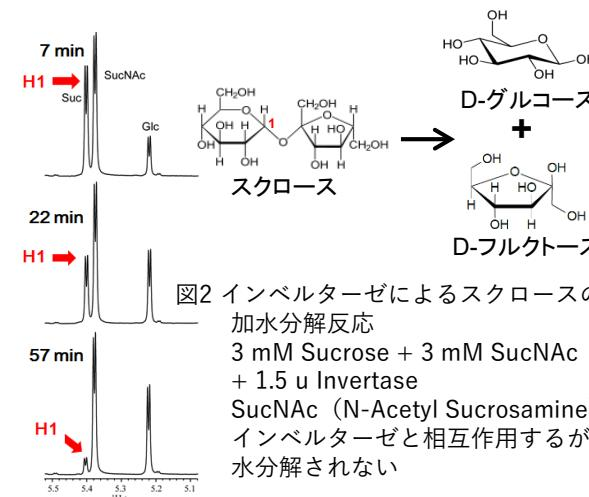

図2 インベルターゼによるスクロースの
- インベルターゼ（b-Fructofuranosidase）によるスクロースの加水分解反応の経時変化を図2に示します。スクロースとインベルターゼの相互作用を利用して、スクロースのH1シグナルの強度変化を観ることで、加水分解反応の進行を容易に追跡できます。